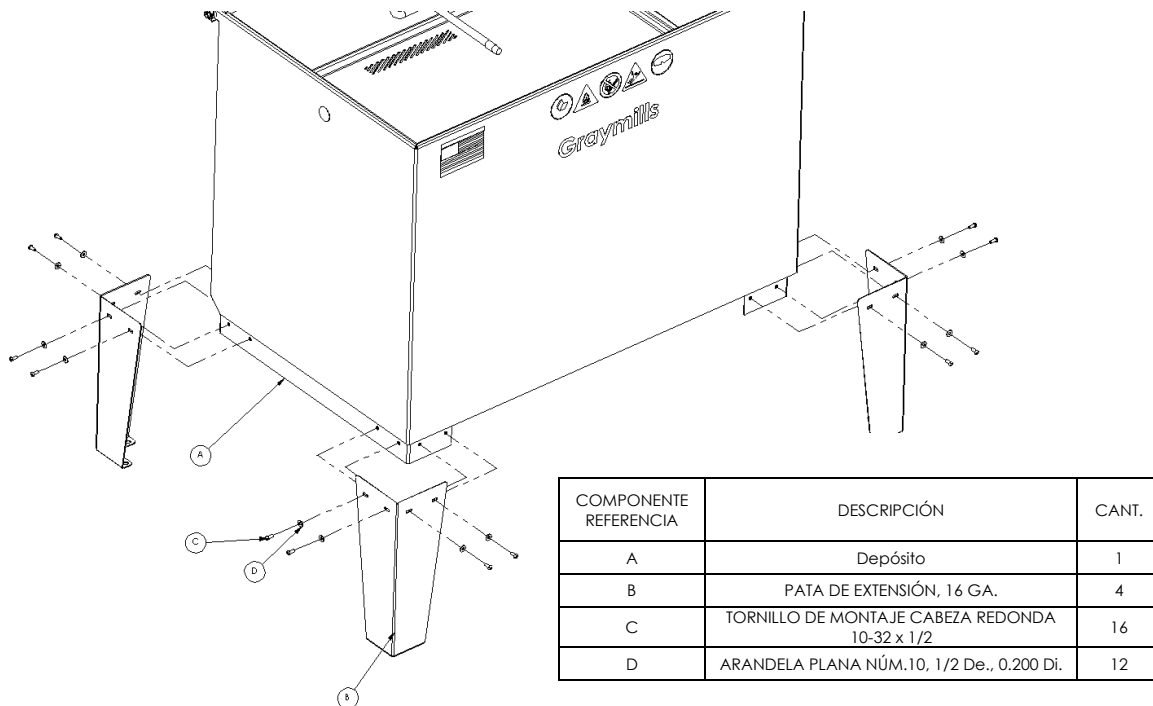

FIGURA 1
Después de sacar el Handi-Kleen de su caja de empaque, retire los estantes o piezas internas sueltas que están en el depósito (FIGURA 1 (A)) y coloque el depósito de lado y ensamble las patas (FIGURA 1 (B)) en el lado externo de los soportes del depósito (si se colocan en el lado interno de los soportes, no se podrán alinear los agujeros). Se recomienda que aplane la caja de empaque y la coloque debajo del depósito mientras instala las patas a fin de evitar rayar la pintura y que esta tarea sea realizada por un mínimo de dos personas. Fije firmemente todos los 16 tornillos (FIGURA 1 (C)) en las tuercas soldadas en el depósito asegurándose de incluir todas las arandelas planas (FIGURA 1 (D)). Voltee la unidad en posición vertical. Instale el Handi-Kleen en una ubicación conveniente cerca de una toma eléctrica y alejada de llamas abiertas o chispas. Revise y apriete todas las conexiones antes de llenar con solvente. El nivel de líquido debe permanecer por debajo de la línea de nivel alto. NO sobrellene. Mantenga la tapa cerrada cuando la unidad no esté en uso a fin de reducir la evaporación del líquido de limpieza. La tapa blanca reflectora ayuda a la visibilidad cuando está abierta.